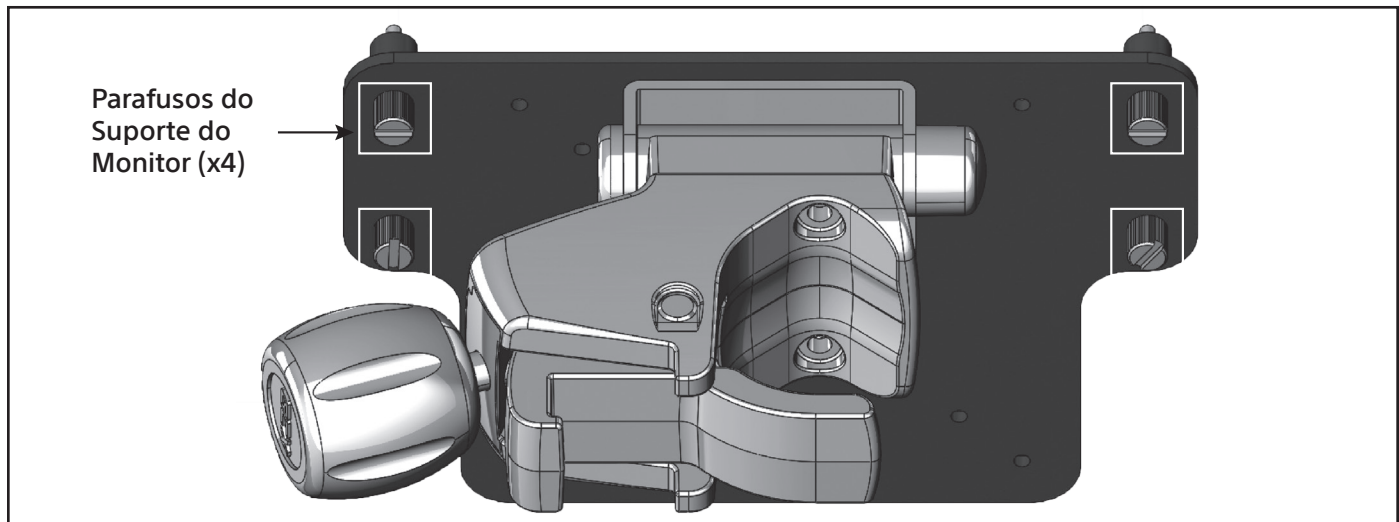
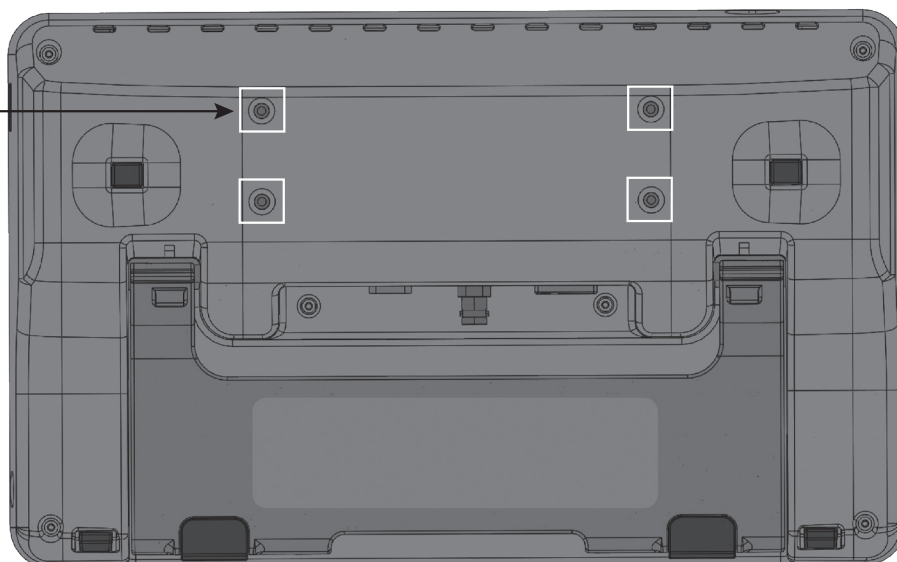

Figura 12. Alinhe os Parafusos do Suporte do Monitor
Figura 13. Furos Roscados do Monitor
3. Alinhe os parafusos do suporte do Monitor EXALT (Figura 12) com os furos roscados da parte de trás do Monitor EXALT (Figura 13).